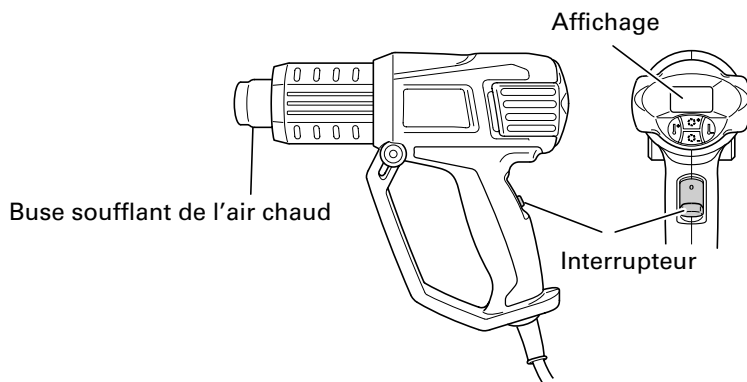
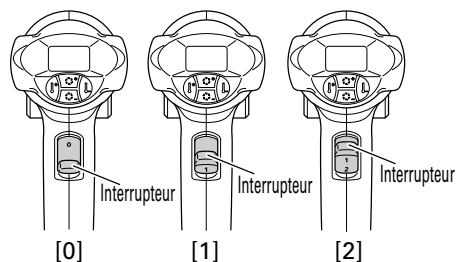
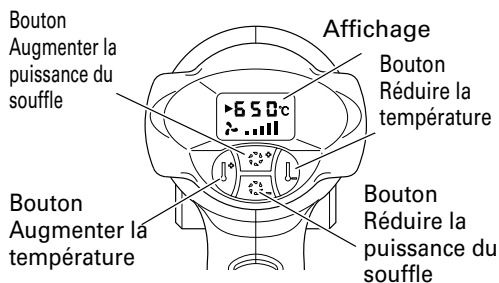

Fig. 1
Fig. 2
Fig. 3
- Opérations de l'interrupteur et réglages de la température (Fig. 1, Fig. 2)
- Ajustement de la température (Fig.1, Fig. 2, Fig. 3)
- Ajustement de l'intensité du souffle (Fig.1, Fig. 3)